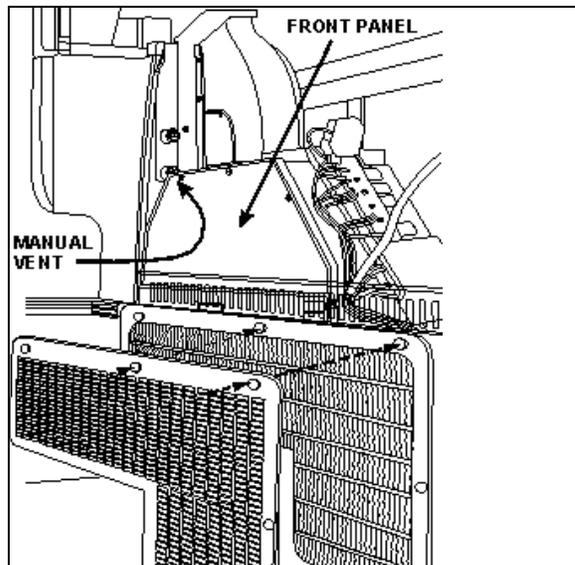
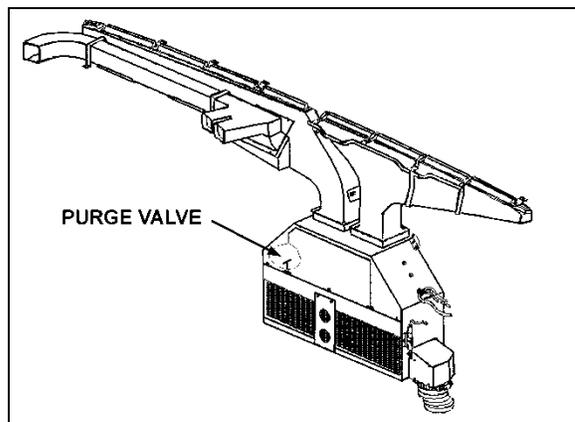
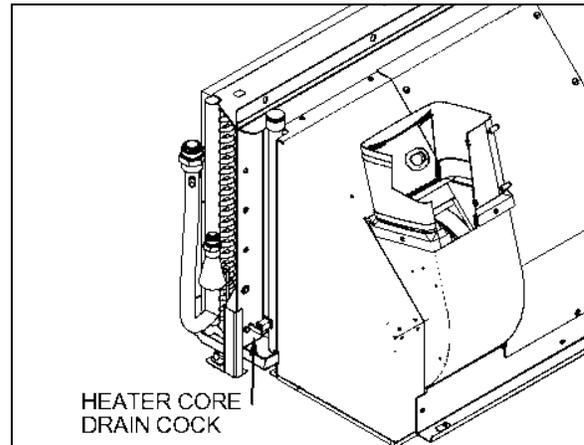

FIGURA 73: UNIDAD DE HVAC/DESCONGELACIÓN DEL CONDUCTOR
FIGURA 74: CAJA DE MEZCLA DE AIRE DE LA UNIDAD DEL CONDUCTOR 22171PV
FIGURA 79: LLAVE DE DRENAJE DEL NÚCLEO DEL CALENTADOR UBICACIÓN
El aire fresco se toma desde atrás del ensamblaje de faros laterales derecho (serie H3) o de un pleno debajo del compartimiento de servicio delantero (serie X3) y entra en la caja de mezcla a través de un regulador de ENCENDIDO/APAGADO. El aire de retorno se toma a través de la consola derecha hacia la caja de mezcla (Figura 74). El aire mezclado pasa a través de bobinas de enfriamiento y calefacción, ventiladores y ductos de descarga.
4. Desde el interior del vehículo, retire los dos tableros de acabado al frente de la unidad. Retire los tres tornillos que fijan el tablero delantero de la unidad. Abra la válvula de purga ubicada dentro de la unidad del conductor (Figura 74). Si está presente, abra la ventilación manual ubicada dentro de la unidad de HVAC, en el lado del conductor (Figura 73) para garantizar un drenaje eficiente.
4. Abra la llave de drenaje en la parte inferior del núcleo del calentador (Figura 79); puede aflojar una conexión de manguera en la parte superior del núcleo del calentador para permitir que entre aire durante el drenaje. La llave de drenaje del núcleo del calentador principal se encuentra en el compartimento del evaporador. Para tener acceso a la válvula, abra la puerta del compartimento de equipaje ubicada al frente del compartimento del evaporador (lado izquierdo). Abra el tablero de acceso del compartimento del evaporador.
Siempre que el sistema de calefacción se haya drenado y rellenado, o que el sistema se haya quedado sin refrigerante y se haya agregado refrigerante, es necesario purgar el aire del sistema de calefacción. Localice la válvula de purga ilustrada en Figura 74 y Figura 79, y abrálas momentáneamente hasta que no escape aire de las líneas. Si está presente, abra el venteo manual ubicado dentro de la unidad de HVAC, en el lado del conductor (Figura 73).